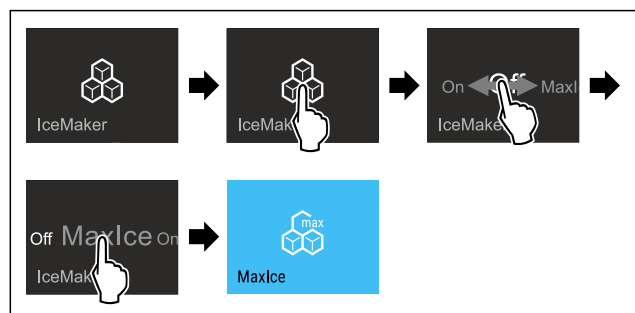

Fig. 40
- ▶ Handlungsschritte (siehe Fig. 40) durchführen.